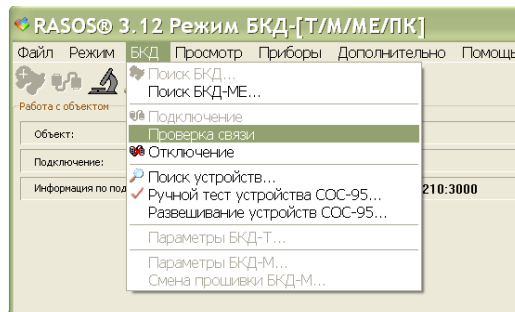

Рисунок 34 - Команда «Проверка связи»
- 2) Выполнить команду «БКДПроверка связи» (рисунок 34).